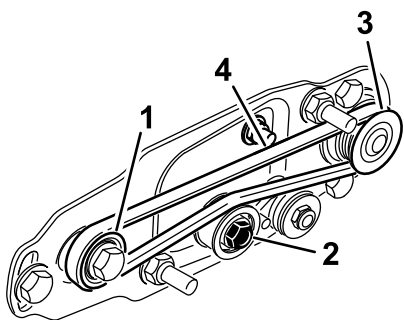

Рисунок 16
- Обведите ремень вокруг **ведомого** шкива, а затем проложите по верхней части натяжного шкива (Рисунок 16).
- Начните надевать ремень на **ведущий шкив** (Рисунок 16).